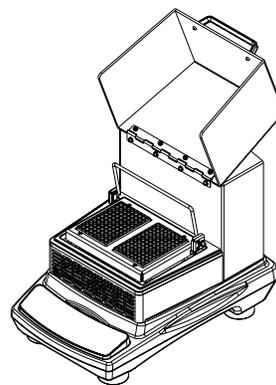

figura 1
1. Aprire lo sportello superiore trasparente e alzare la barra limite (mostrata in figura 1).